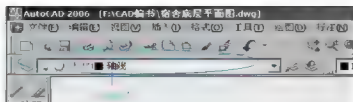

图 2.19 当前层
这里共有 9 个图层, 那么如果现在画一条线, 该线画到哪个图层上了呢? “当前层”是哪个图层, 该线就画在哪个图层上。【图层】工具栏上的【图层控制】选项窗口所显示的就是“当前层”, 如图 2.19 所示。
- 如果执行第(1)步操作后, 屏幕上没有图形显示, 检查如图 2.19 所示的【图层控制】选项窗口内的轴线层左侧的灯泡是否亮着。